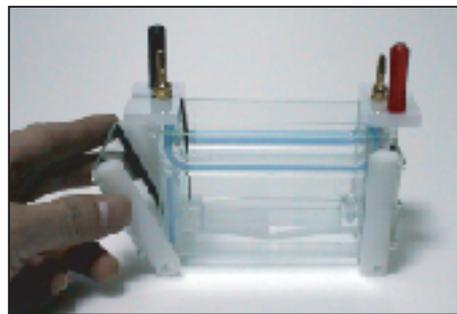

図3
4. カセットホルダー-B及びカセットホルダー-Rを押し上げて、**XV PANTERA Gel**カセットをアッパーバッファーチャンバーに固定して下さい。カセットホルダーには、電気横漏れ防止用のラバーシールドが付いていますので、固定した後、ラバーシールドが良く密着するように左右から軽く押して下さい。(図3)